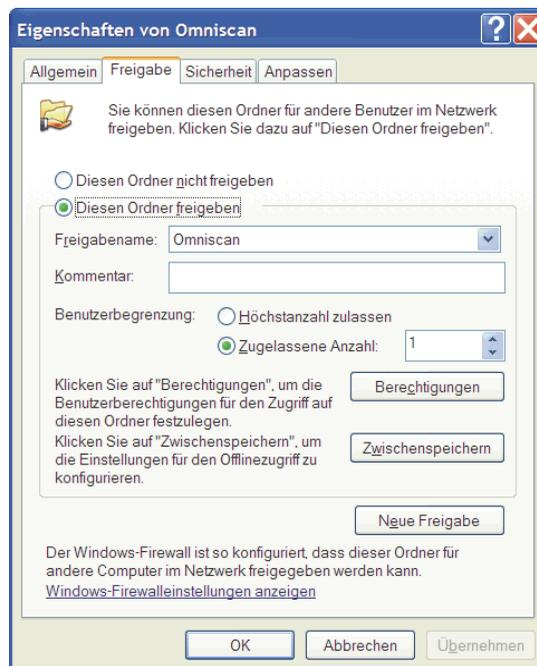

Abbildung 7-13 Register Freigabe im Dialogfeld Eigenschaften von Omniscan (Windows XP)
3. Klicken Sie im Dialogfeld **Eigenschaften von Omniscan** auf das Register **Freigabe** (siehe Abbildung 7-13 auf Seite 227).